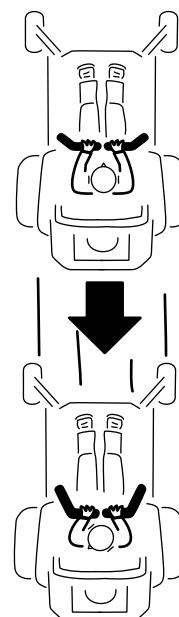

Figura 34
2. Per fare marcia indietro tirate lentamente indietro le leve di controllo del movimento (Figura 34).